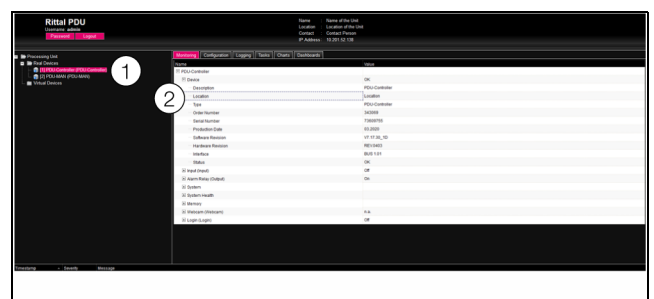

Abb. 45: Auswahl eines einzelnen Parameters
- Klappen Sie nacheinander die Einträge „PDU-Controller“ und „Device“ aus, indem Sie auf das „Plus“-Zeichen vor dem Eintrag klicken (Abb. 45, Pos. 1).
- Setzen Sie den Mauszeiger an das Ende der ersten Spalte in der Zeile „Location“ (Abb. 45, Pos. 2).